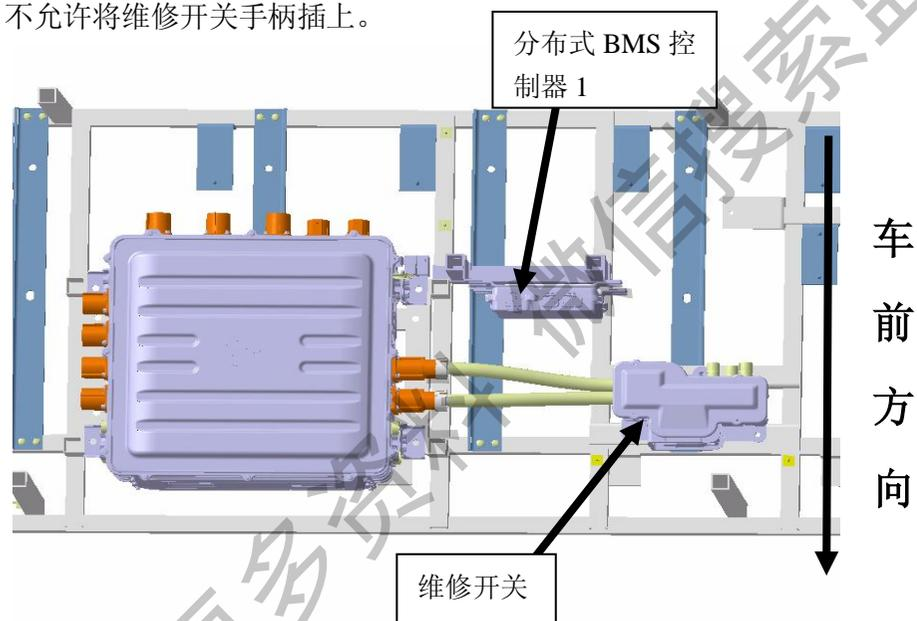

图 24
(4)安装限位条及限位块，采用六角法兰面螺栓（Q1841025T1F3）固定，力矩为 $38\text{N}\cdot\text{M}$ ，安装限位条之前需套上橡胶套。如图 24 所示。